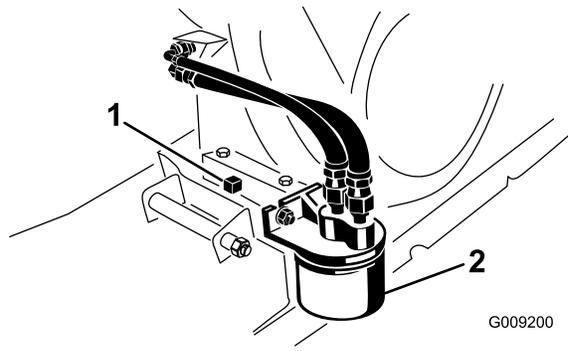

图 39
5. 在排油塞下放置一个容量为 1.8L 的放油盘图 39。
6. 取出排油塞和密封件图 39。
2. 拆下现有机油滤芯 图 39。
4. 将新滤芯拧到滤芯适配器上直至垫片接触到安装板然后将滤芯再旋紧 1/2 至 3/4 半圈 图 39。